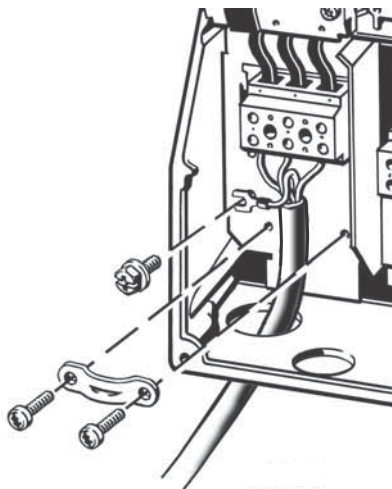

Рис. 14 Подключение питания, В1 и В2
1. Подключите заземляющий провод к клемме 95 (PE). См. рис. 14.